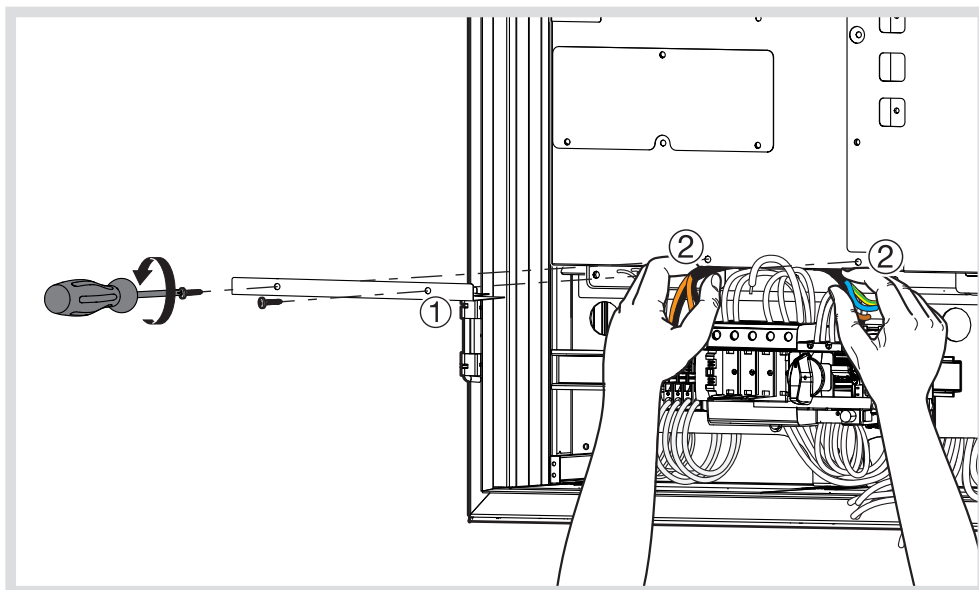

Bild 21: Anschlusskabel aus dem Wechselrichter herausführen
- Kabelabdeckung am Wechselrichter abschrauben, und das Photovoltaik-Anschlusskabel links und das Netz-Anschlusskabel rechts herausführen und anschließend die Kabelabdeckung wieder aufschrauben, so dass sich die Kabel jeweils in der Durchführungsöffnung befinden (Bild 21).